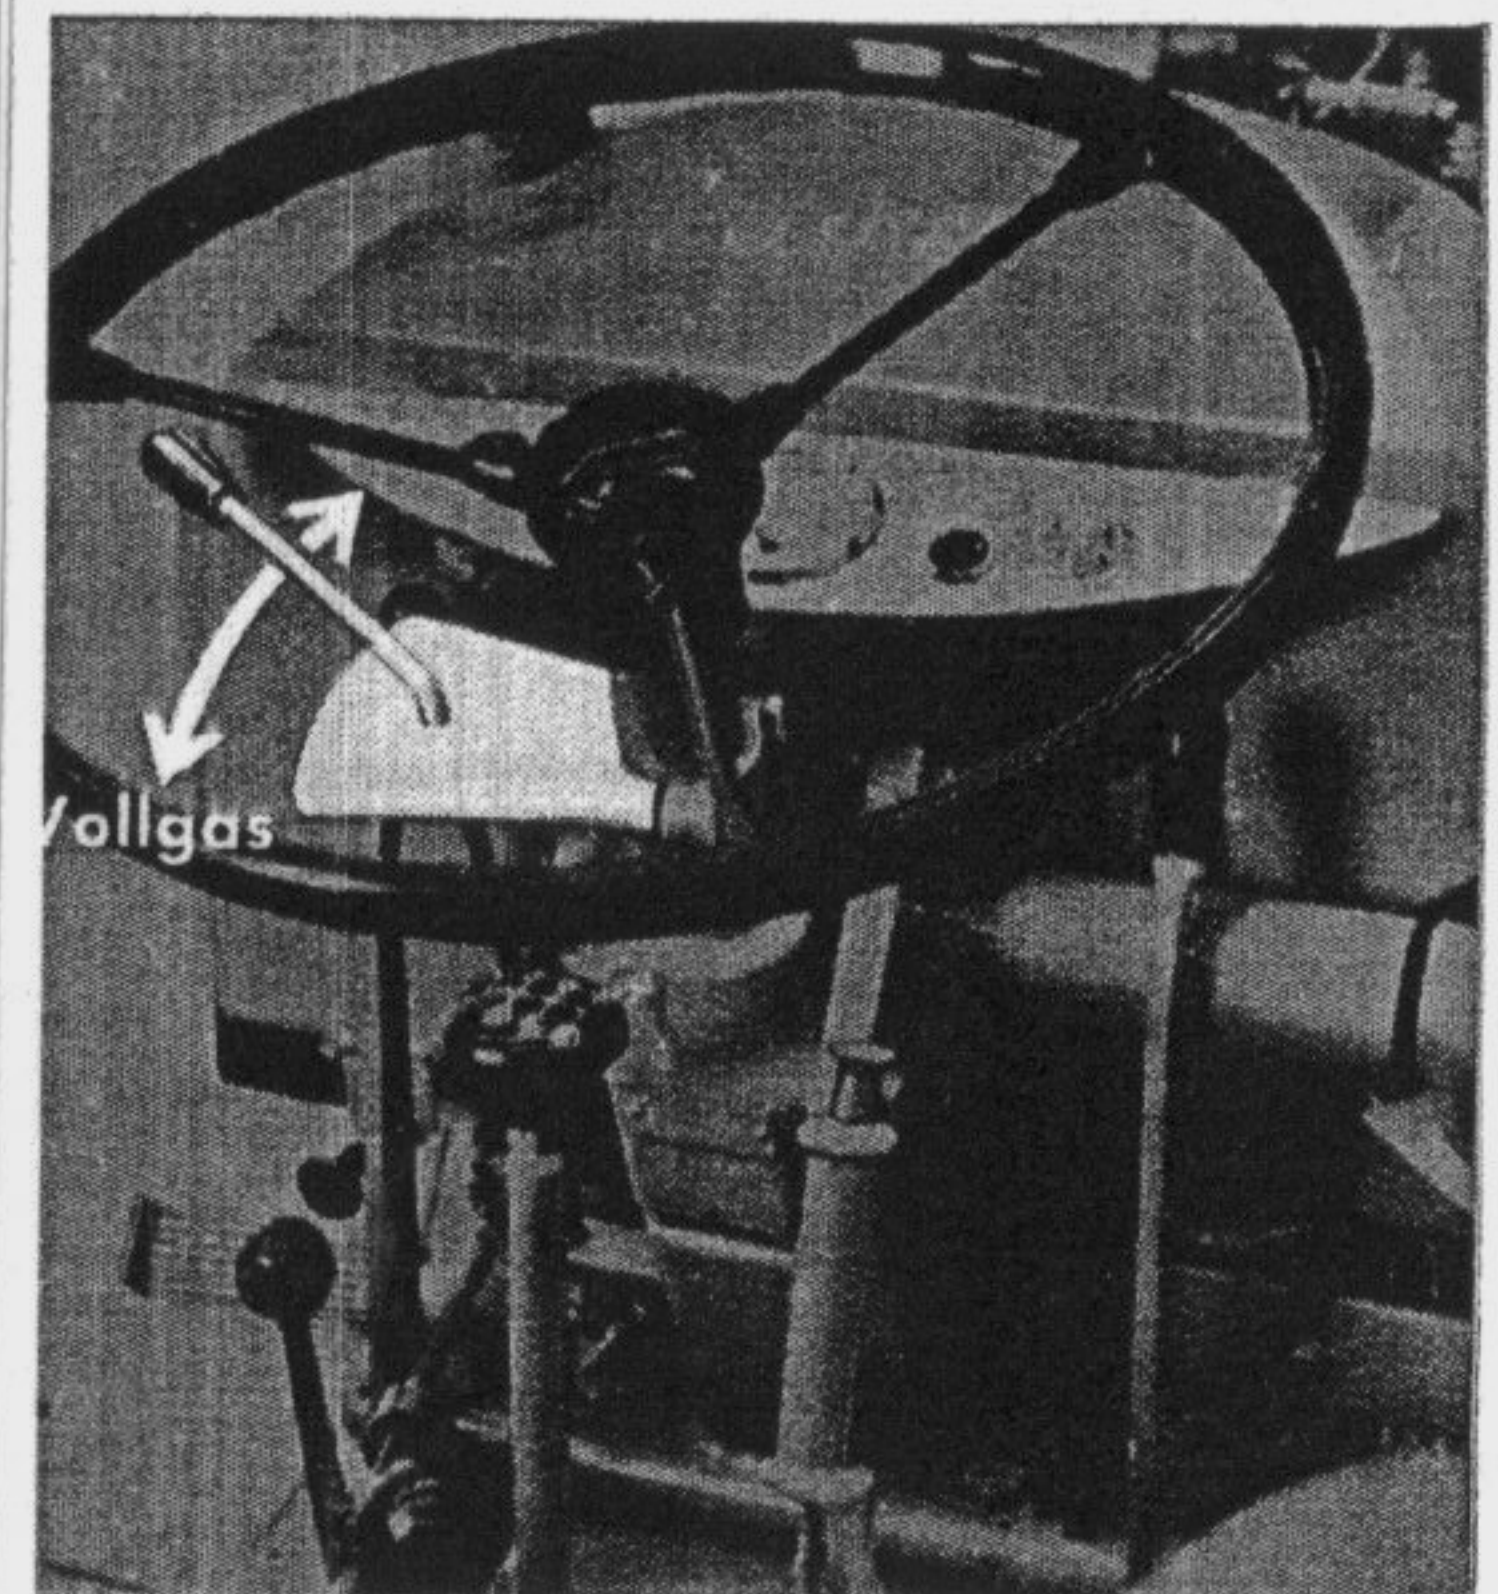

Fig. 10
- Placer le levier de l'accélérateur sur la position «plein gaz» (voir fig. 10).